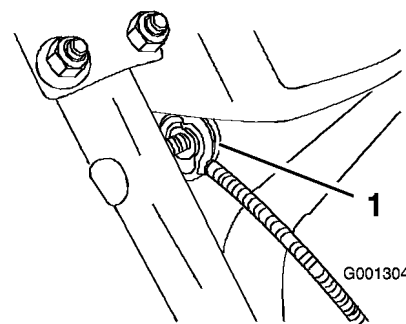

Figure 7
3. Retirez l'écrou et la rondelle du guidon, fixez le serre-câble sur le câble et le guidon, et serrez l'écrou à la main (Figure 7).